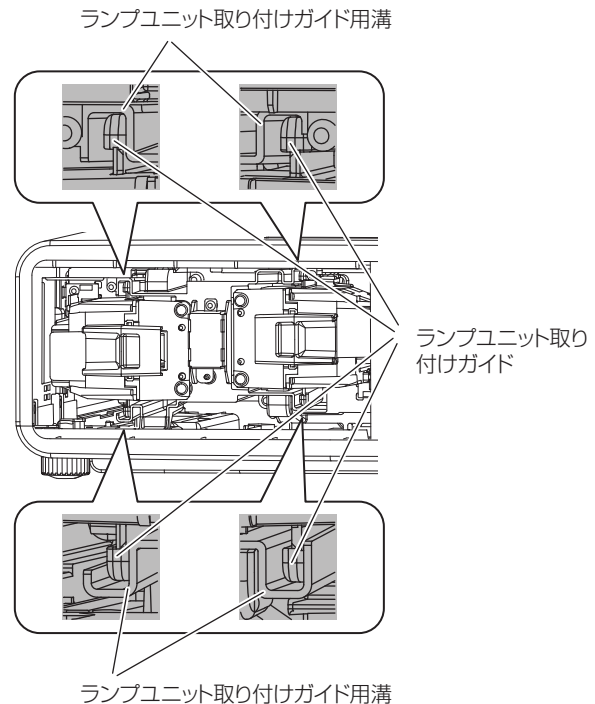

図 3
4) 新しいランプユニットを挿入位置に注意して押し込む (図 3)